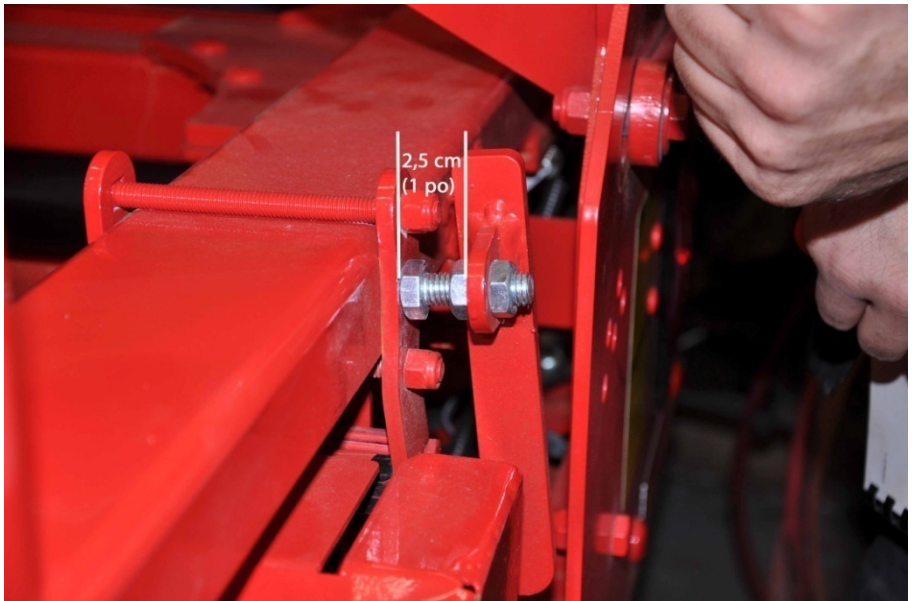

Figure 48 – Ajustement du limiteur de course du poussoir
2. Avec les boulons, agrandissez **légèrement** l'espace illustré à la Figure 48. L'espace devrait être d'environ 2,5 cm (1 po).